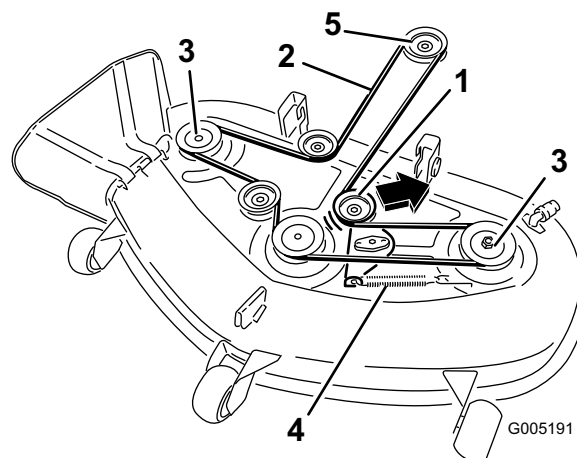

Figure 46
5. Tirez la poulie de tension dans la direction indiquée à la Figure 46 et retirez la courroie des poulies.
6. Acheminez la courroie neuve autour de la poulie du moteur (Figure 46).
7. Tirez la poulie de tension dans la direction indiquée à la Figure 46 et acheminez la courroie autour de la poulie de tension (Figure 46).